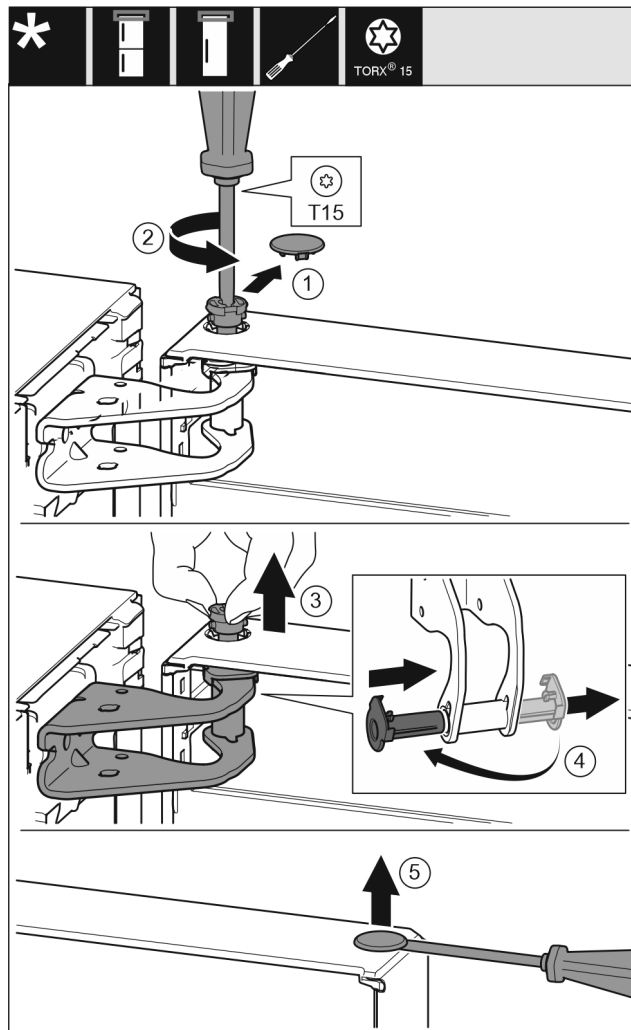

Fig. 7
- ▶ Обережно зніміть запобіжну кришку. Fig. 7 (1)
- ▶ Трохи викрутіть гвинт за допомогою викрутки T15. Fig. 7 (2)
- ▶ Притримуйте дверцята і витягніть палець руками. Fig. 7 (3)
- ▶ Витягніть із напрямної опорну втулку. Встановіть і зафіксуйте з іншого боку. Fig. 7 (4)
- ▶ За допомогою шліцевої викрутки обережно підніміть пробку із опорного втулка дверцят та витягніть її. Fig. 7 (5)